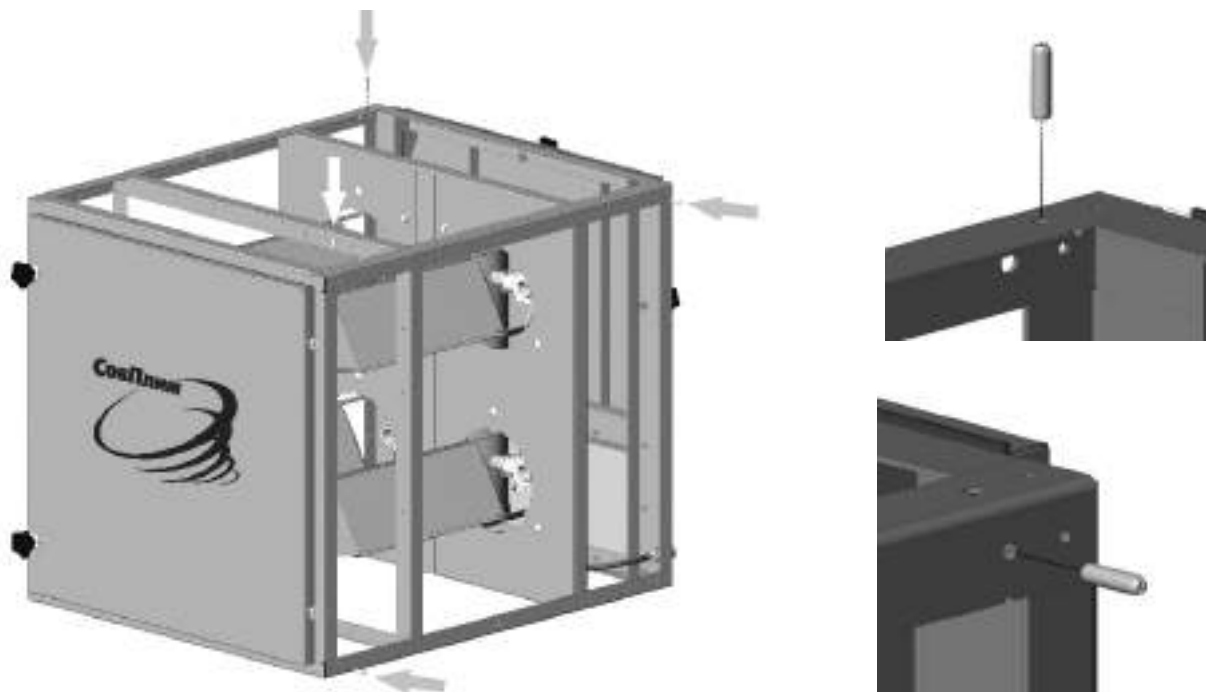

Рисунок 15
5.5.3 Совместить модули второго яруса, базировку рядов выполнять по штифтам, предварительно ввинченным в модулях первого ряда (рисунок 15), стянуть между собой болтами М6х16.